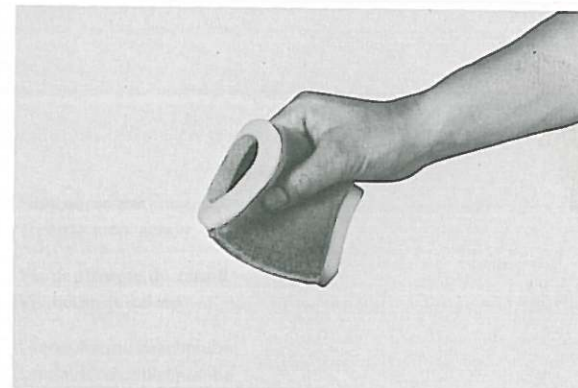

Fig. 2-3-5
4. Squeeze excess solvent out of element and dry. (Fig. 2-3-5)
4. Exprimer le solvant et sécher l'élément. (Fig. 2-3-5)
4. Überschüssiges Lösungsmittel ausquetschen und Filterelement trocknen. (Fig. 2-3-5)